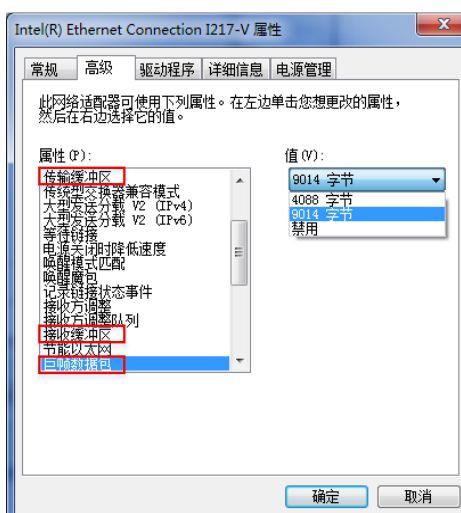

图3-8 网卡属性高级设置
2. 依次打开“控制面板”>“硬件和声音”>“设备管理器”>“网络适配器”，选中对应的网卡，打开属性中的“高级”菜单，将“巨帧数据包”设置为最大值 9014 字节，如图 3-8 所示。